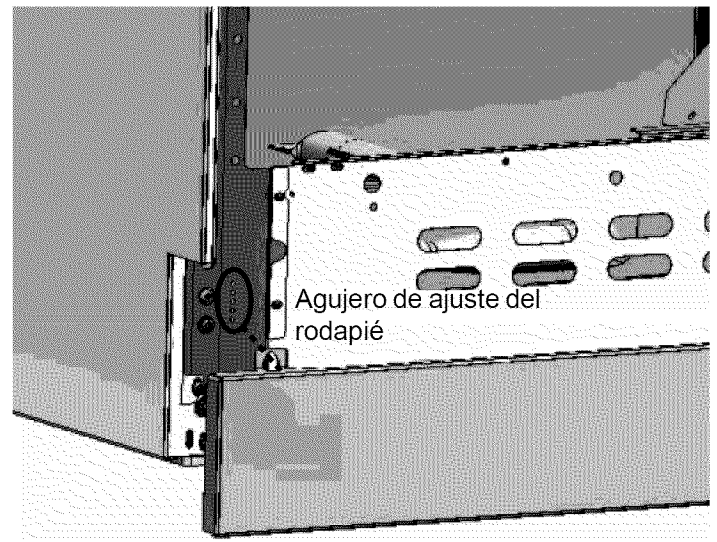

Figura 29: Ajuste del rodapié
3. Coloque el rodapié en una de las cinco posiciones de los agujeros para los tornillos, como se ve en la *Figura 29*. Reinstale los tornillos Torx.